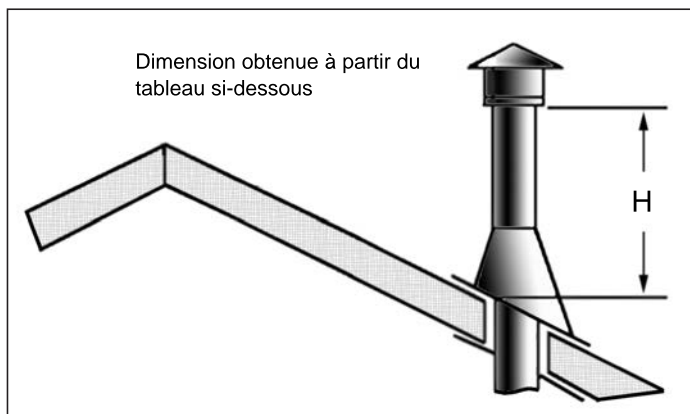

Figure 54: Hauteur de la terminaison verticale ; Se référer au Tableau 5
- Étape 8.** Ajoutez des sections de conduit jusqu'à ce que le bouchon du conduit réponde aux exigences minimales du code. Référez-vous à la Figure 54 et le Tableau 7. À noter que plus la pente du toit est forte, plus l'évent doit être haute. Dans des conditions de vent fort, s'il y a des arbres à proximité, deux toitures avoisinantes, des toits à pente forte, et d'autres facteurs similaires, il peut résulter un faible tirage. Augmenter la hauteur de l'évent peut résoudre le problème.
Tableau 5: Minimum 'H' for Figure 54.